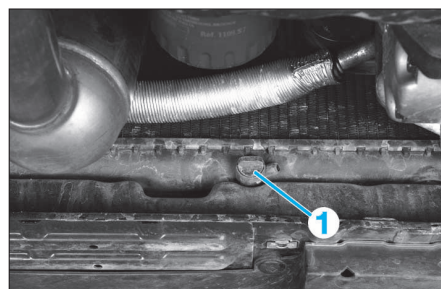

FIG. 45
- Desserrer la vis de vidange (1) (Fig.45).